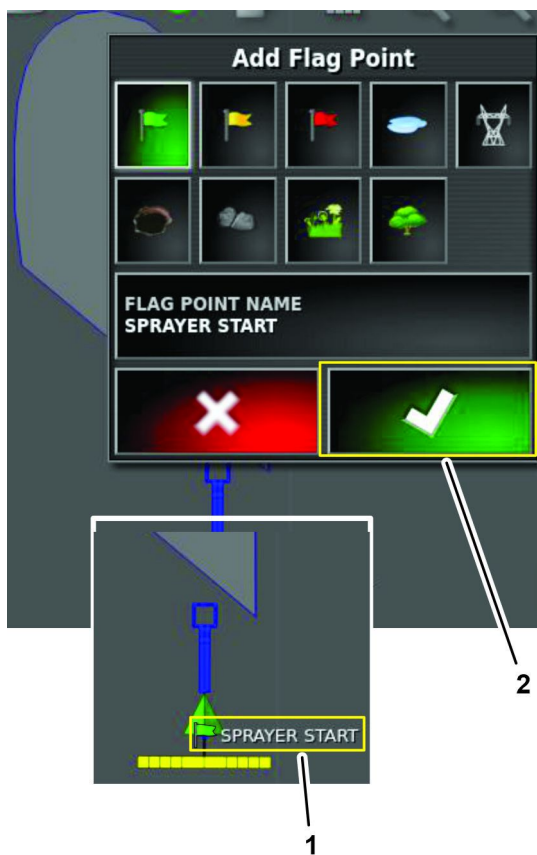

图 82
6. 在添加标志旗点对话框中按“确认”图标图 82。标志旗点显示在车辆后面的控制台中。